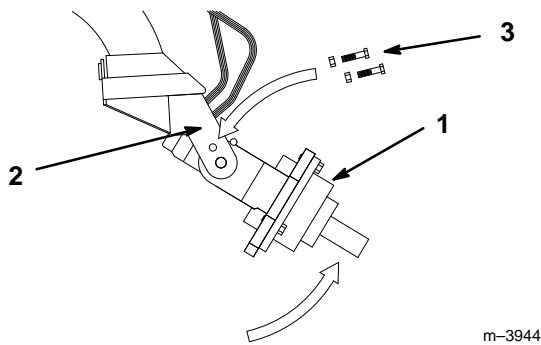

Abbildung 4
3. Den Bohrerantriebskopf mit der Hand nach oben drehen, bis (2) 5/8"-11 x 3-1/2"-Schrauben in die Löcher an beiden Seiten der Gestellarme geschoben werden können, um den Antriebskopf zu befestigen. Die Schrauben jeweils mit einer 5/8"-11-Mutter leicht befestigen (Abb. 4).